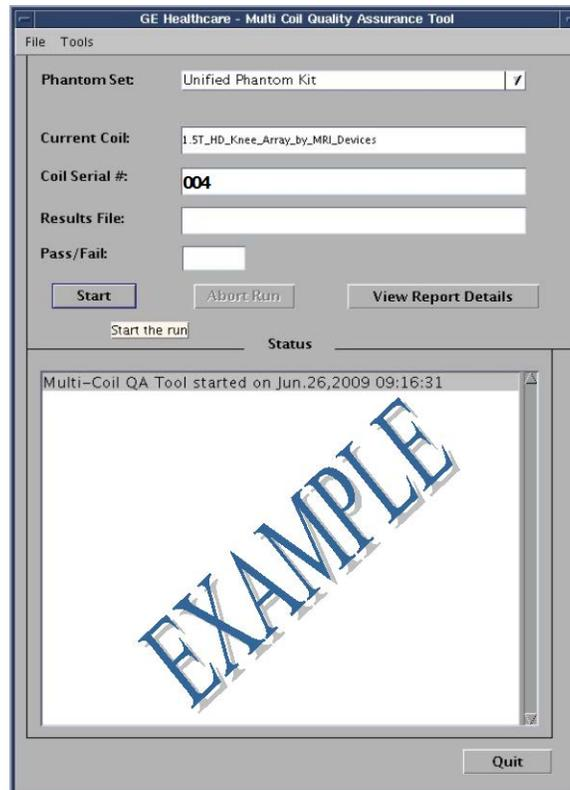

Figura 3
El campo de la bobina actual se rellenará automáticamente (Figura 3), según el identificador de la bobina que está conectada a LPCA. Introduzca el número de serie de la bobina que se va a someter a la prueba en el campo “Coil Serial #” (N.º de serie de la bobina).
13. Haga clic en **[Start]** (Iniciar) para comenzar la prueba automatizada como se muestra en la Figura 3. La prueba puede tardar entre 3 y 5 minutos, depende del número de ubicaciones de la prueba (complejidad de la bobina).